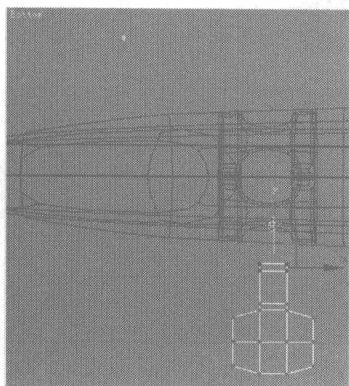
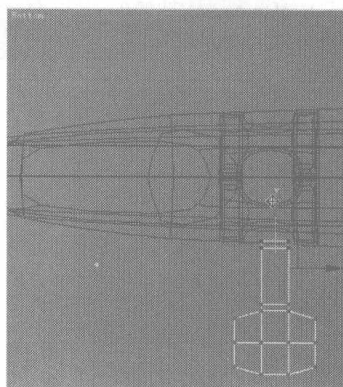
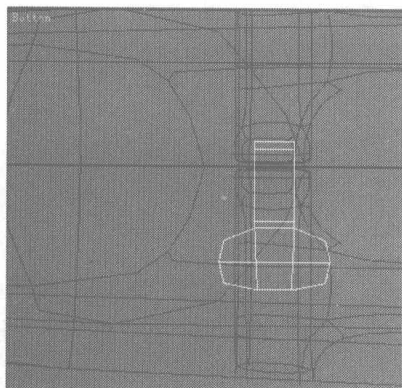
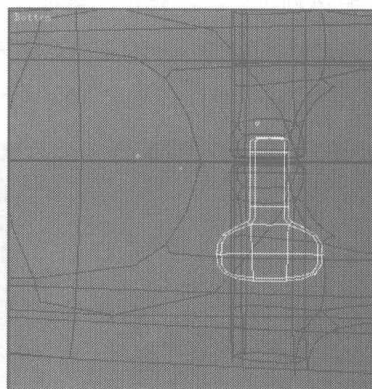

图 2.153
图 2.154
图 2.155
图 2.156
- 14 选择如图 2.153 所示的点，调整到如图 2.154 所示的位置。利用缩放工具调整其大小并移动到如图 2.155 所示的位置，打开细分，结果如图 2.156 所示。